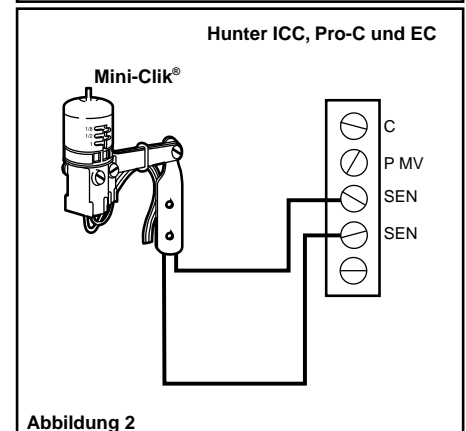

Abbildung 2
- Schließen Sie eine Leitung an den einen, mit „SEN“ gekennzeichneten Eingang und die andere Leitung an den anderen „SEN“-Eingang an (Siehe Abbildung 2).